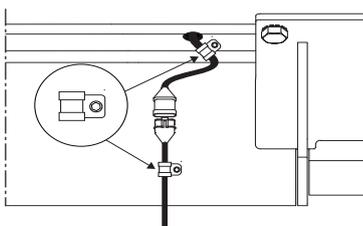

Abbildung 52. Anschluss der Verkabelung bei Ladebordwand mit ausschließlichem Fußschalter
3. Die Kabel entlang des Hubarms verlegen und mit Kabelbindern fixieren, siehe Abbildung 52. Dann das Kabel entlang der Vorderseite des Hubrahmens zur Hydraulikeinheit führen und zusammen mit den vorhandenen Kabeln mit Kabelbindern fixieren.